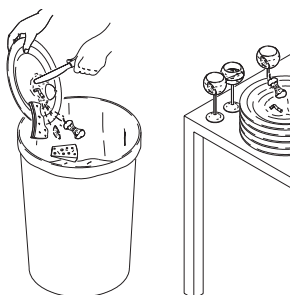

Fig. 13
- enlever les restes de nourriture des couverts avant de les introduire dans le lave-vaisselle pour le lavage (fig. 13)